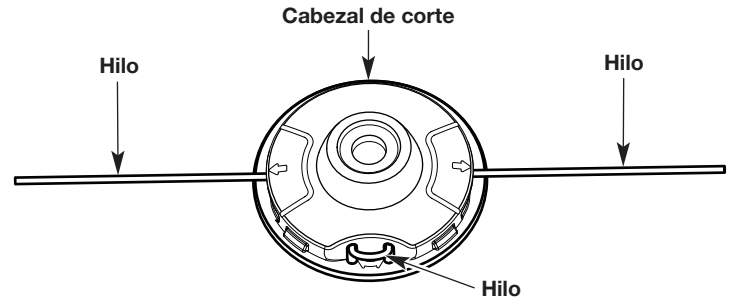

Fig. 9
4. Tire de los extremos del hilo hasta que quede tenso contra el cabezal de corte. Asegúrese de que los extremos del hilo sean de igual longitud (Fig. 9). Si un extremo es más largo que el otro, empuje el extremo más largo nuevamente a través del cabezal de corte parcialmente y tire del extremo más corto hacia afuera. De ser necesario, repita el proceso hasta que ambos extremos sean de igual longitud.
5. Presione el hilo de recorte expuesto entre los orificios circulares hasta que se extienda de plano contra el cabezal de corte (Fig. 9).